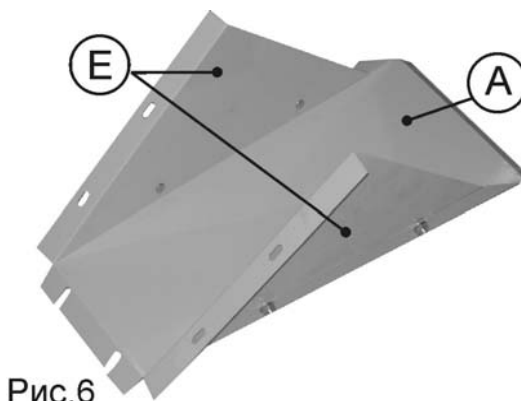

Рис.6
- 8.1.8. Собрать желоб, как показано на Рис. 6, закрепив к лотку (A) две косынки (F) при помощи болтов с квадратными подголовками шайб и гаек.
8.1.9. Установить желоб Рис. 6 внутри основания как показано на Рис. 7 при помощи болтов с квадратными подголовками шайб и гаек.